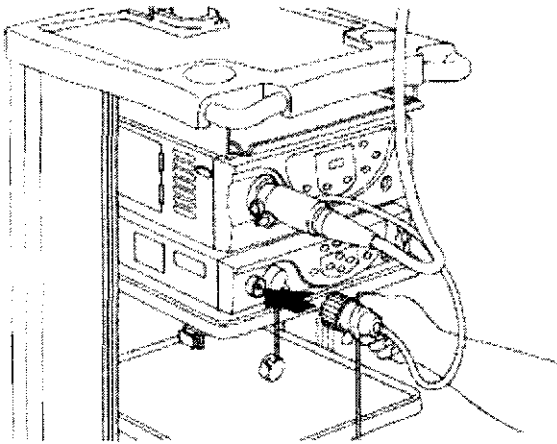

Figura 3.9.1: Conexión de endoscopios.
- 3) Conectar el endoscopio. Dependiendo del modelo, la conexión es a presión o girando la punta en sentido horario (ver figura 3.9.1).